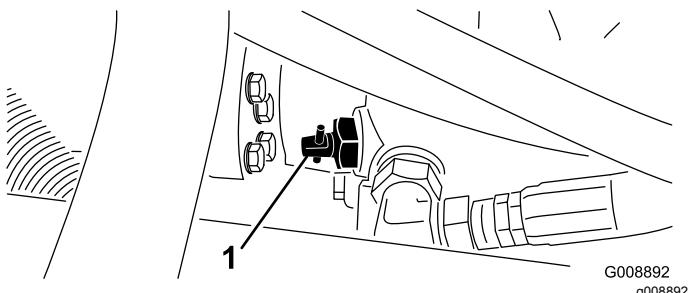

図 32
1. 油圧ポンプについているバイパスバルブ図 32を90°回転させる。